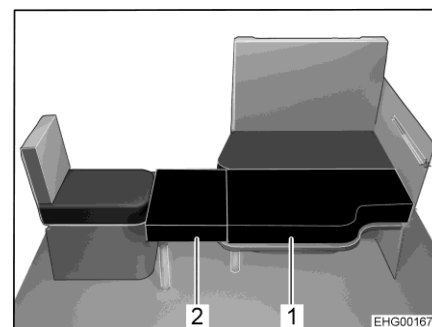
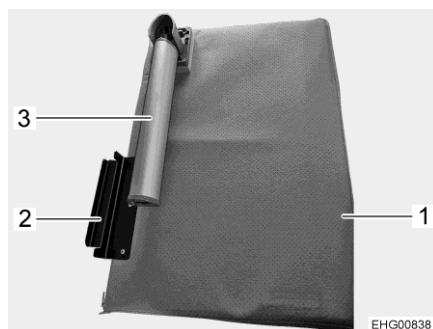

Bild 124 Nach dem Umbau
Bild 125 Zusatzbrett
- Fußstütze (Bild 125,3) am Zusatzbrett (Bild 125,1) ausklappen.
- Haltewinkel (Bild 125,2) des Zusatzbretts am Einzelsitz einhängen und Zusatzpolster (Bild 124,2) auf die Tischplatte legen.
- Zweites Zusatzpolster (Bild 124,1) auf die Tischplatte legen.